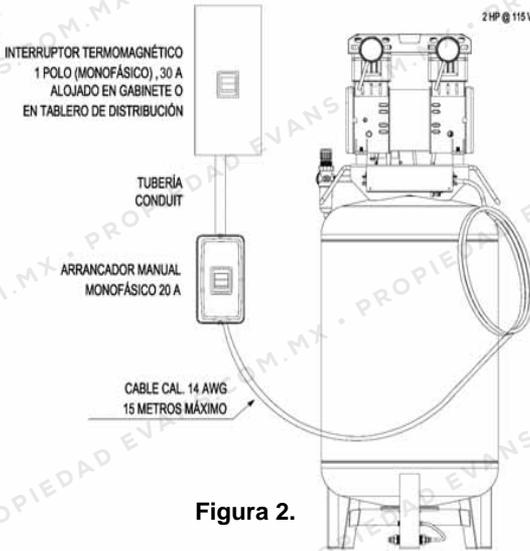

Figura 2.
2. Si su compresor es de una capacidad de 2 HP @ 115 V, viene equipado con un cable de alimentación sin clavija (modelos EL100ME200-060 , EL100ME200-108, EL100E200-130MV). Conecte su equipo a un arrancador alimentado de un circuito independiente como se indica en la figura 2.
Para el caso de los compresores con capacidades de 2 HP @ 115 V (modelos EL100ME200-108, EL100E200-130MV), Se recomienda un interruptor termomagnético de 30 amperes y arrancador manual de 20 amperes. El elemento térmico debe ser el adecuado para la corriente nominal del compresor. Ver figura 2